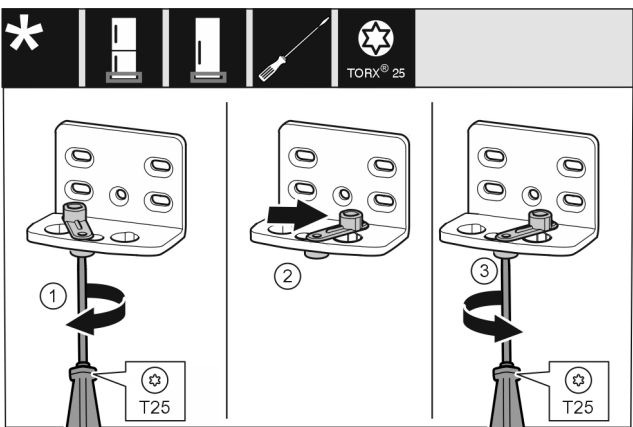

Fig. 11
- ▶ Enrosque el tornillo con el destornillador T25 sin apretar. Fig. 11 (1)
- ▶ Levante el dispositivo auxiliar de cierre de la puerta y gírelo 90° hacia la derecha en el orificio. Fig. 11 (2)
- ▶ Apriete el tornillo con el destornillador T25. Fig. 11 (3)